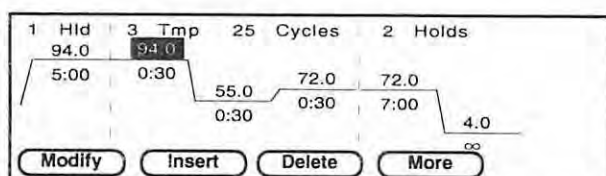
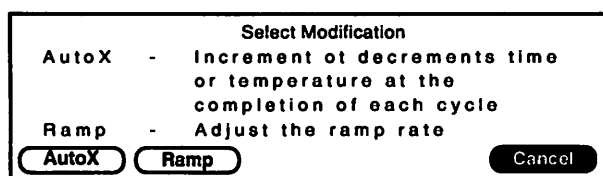

Fig. 2-10 モディファイスクリーン
Fig. 2-11 モディフィケーション選択スクリーン
2. **F4** -Moreを押してください。モディファイスクリーン(Fig. 2-10)が表示されます。
3. **F1** -Modify を押してください。モディフィケーション選択スクリーン (Fig. 2-11)が表示されます。
1. モディファイスクリン(Fig. 2-10) から **F1** -Modify を選択して、モディフィケーション選択スクリーン(Fig. 2-11)を表示させます。